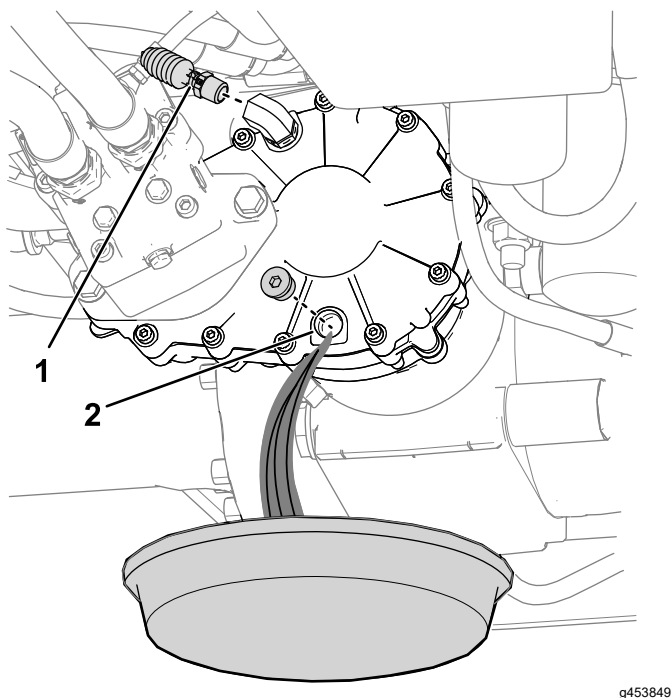

Figura 111
1. Coloque un recipiente de vaciado debajo del orificio de vaciado de la caja de engranajes (Figura 111).
2. Retire el conector de manguera y el fuelle del acoplamiento de 90° de la caja de engranajes (Figura 111).
3. Retire el tapón del orificio de vaciado (Figura 111) y deje que el aceite se drene completamente de la caja de engranajes.